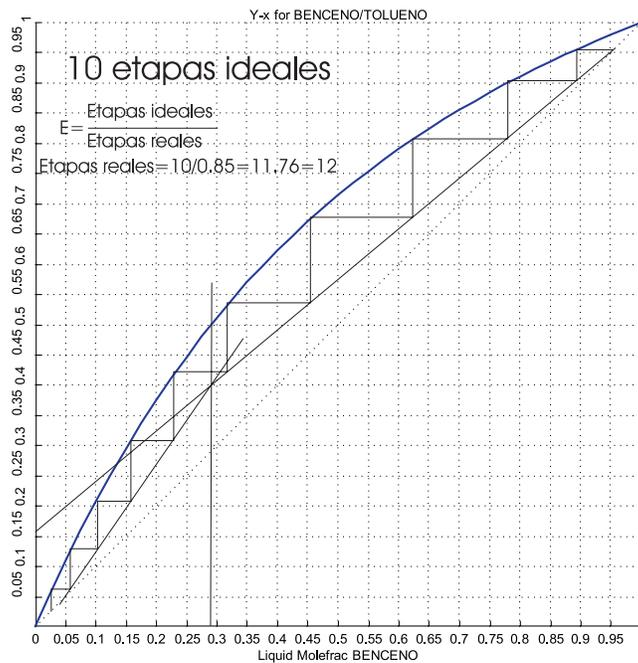

Figura 1:
- Caudal de las corrientes de destilado (D) y fondos (B) de la columna. (1 pto.)
- Número de platos teóricos y reales sabiendo que la eficiencia es de un 85%. Usar Figura 1.(4ptos)